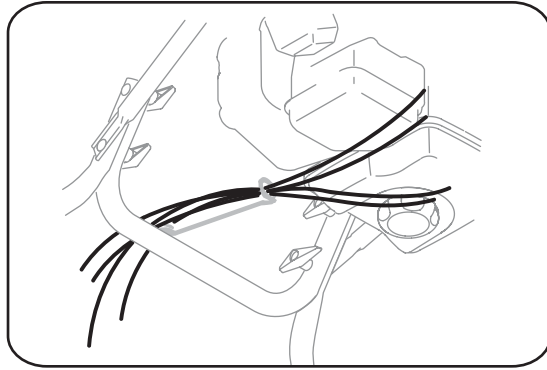

Figure 3-7
- Vérifiez que tous les câbles sont acheminés dans le guide à la droite de la manivelle de commande de la goupille. Voir la Figure 3-7.